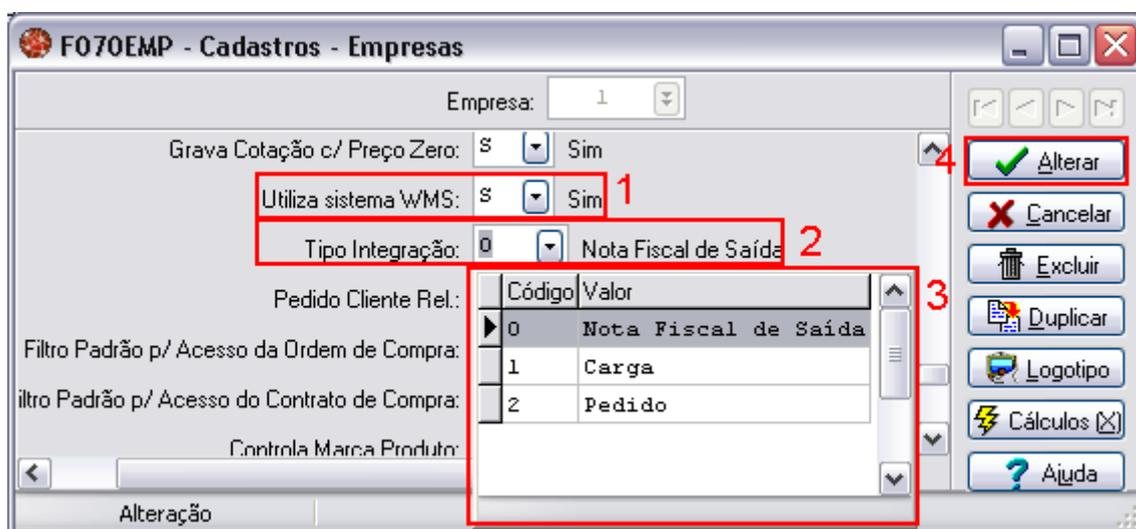

Figura 2
Integração” (2), permite ao usuário a escolha de uma das três opções (3), em seguida pressionar o botão “Alterar” (4), conforme mostra a figura abaixo (figura 2).